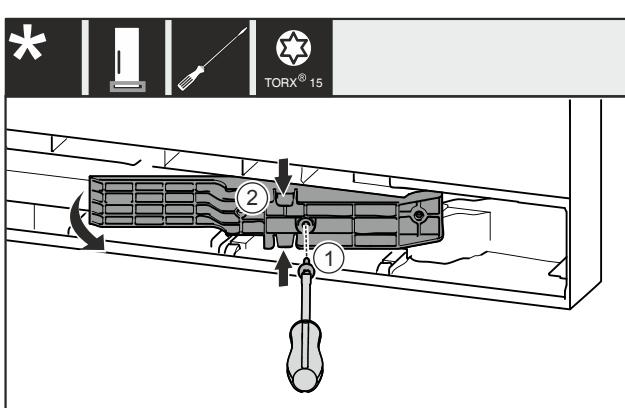

Fig. 11 \*
- Presione suavemente la parte superior e inferior de la pieza adaptadora Fig. 11 (2) y tire de ella.\*
- Retire el tornillo Fig. 11 (1).\*